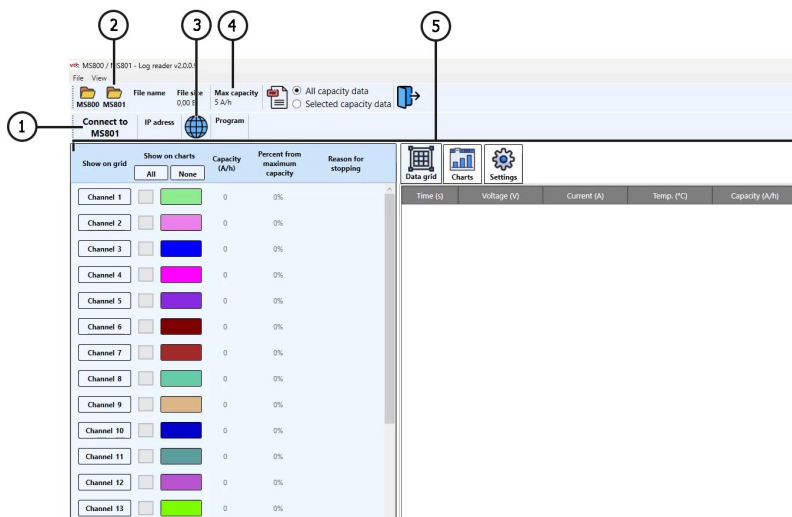

Figura 24
**1.** Inicie el programa **TesterLogReader**. La ventana del programa contiene los siguientes elementos (ver Figura 24):